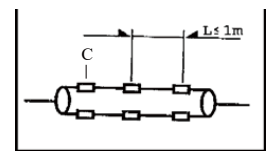

Figura 4
- Deben disponer uniformemente las pinzas de montaje y la ventosa, las ambas deben estar separados al máximo de 1M (Figura 4).